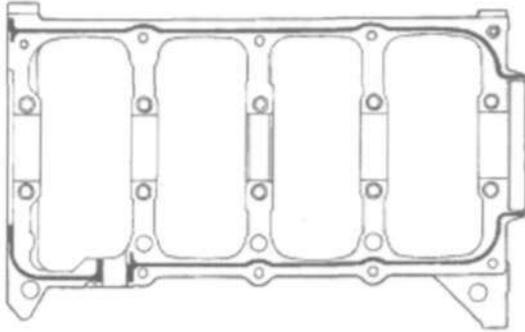

Рис. 45 Уплотнение основания.
(4) Нанести валик герметика Mopart Bed Plate Sealant толщиной от 1.5 до 2.0 мм на блок цилиндров, как указано (Рис. 45).